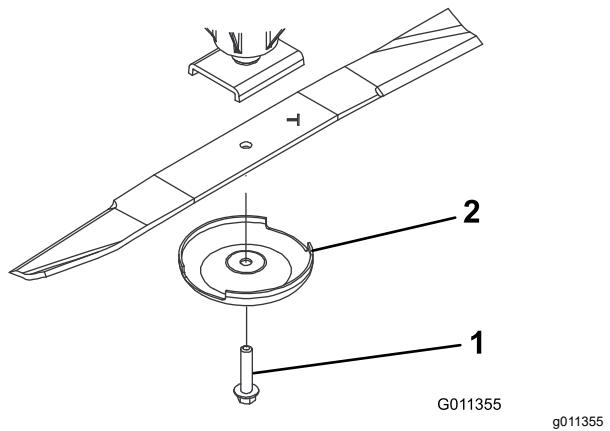

Bild 74
3. Entfernen Sie die Messerschraube, die Antiskalpiercuppe und das Messer von der Spindelwelle (Bild 74).